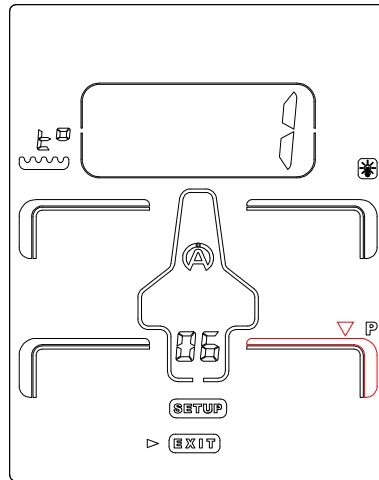

Ilustración 18
- 4) Pulse el botón central **Ok** para confirmar la selección (*ilustración 18*).
Una vez confirmada, el icono «**P**» seleccionado queda fijo y la cifra 1 se muestra en el «VISOR». A continuación aparece de forma automática otro icono parpadeando (*flecha roja, ilustración 18*). Si no le parece adecuada la segunda captura, repita el mismo procedimiento que se ha explicado más arriba (*ilustración 19*).